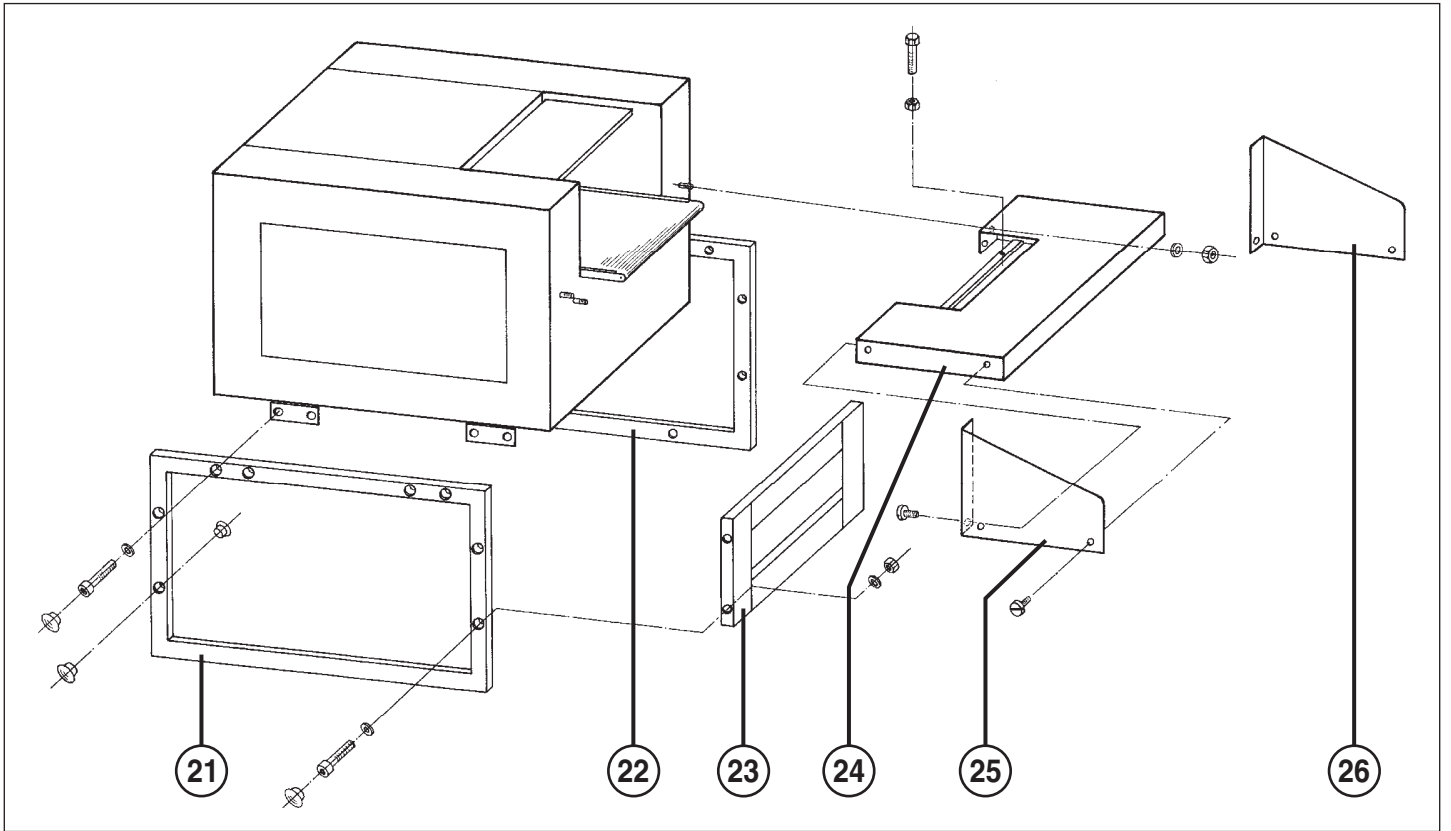

fig. 1
21 = cadre gauche (fig. 1 et 2)
22 = cadre droit (fig. 1)
23 = tôle intermédiaire (fig. 1 et 2)
24 = table (fig. 1)
25 = équerre de protection gauche (fig. 1 et 2)
26 = équerre de protection droite (fig. 1)
MONTAGE DU BÂTI (fig. 1 et 2):
MONTAGE DE LA TABLE (24) (fig. 1):
- Amener le câble électrique de la barre d'arrêt d'urgence (14) dans le coffret électrique en le faisant passer par le manchon à l'avant de la partie latérale gauche du châssis et par le presse-étoupe qui se trouve sous le coffret électrique puis brancher le fil bleu à la borne 20 et le fil marron à la borne 19.
ÉQUERRES DE PROTECTION (fig. 1):